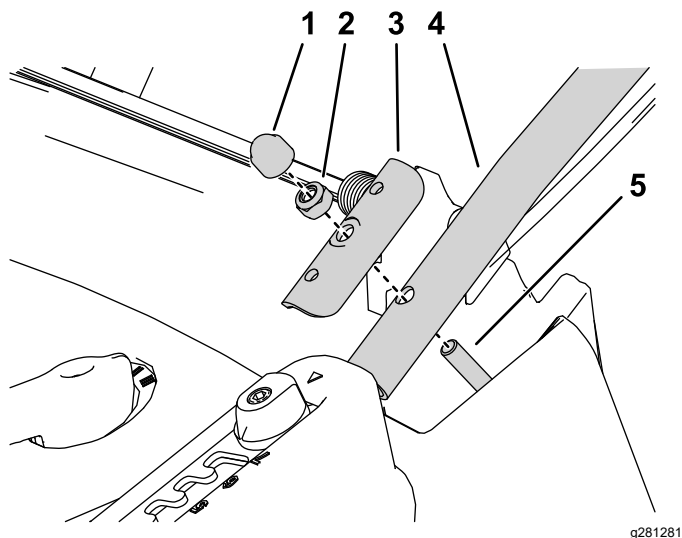

図 3
2. 刈り込みデッキの左右それぞれに下側ハンドルバーを取り付けるこの前のステップでデッキから外したクランププレートと六角ロックナットを使用する 図 3。